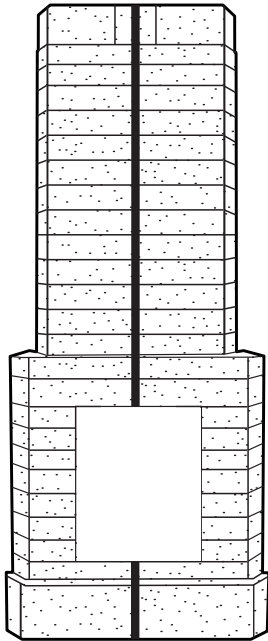

Bild 2
- Fix ska appliceras på både **kakel och stomme** med en 8 mm tandspackel. (**Bild 2** sid 21)